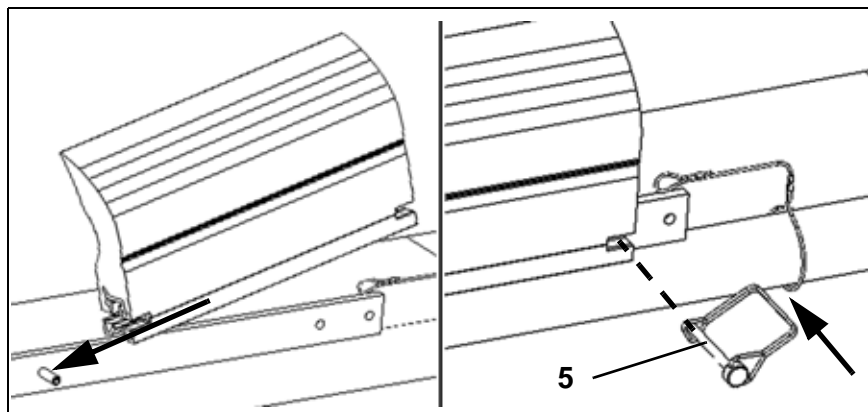

Fig. 4
8. Insert the pin hitch (5, Fig. 4).